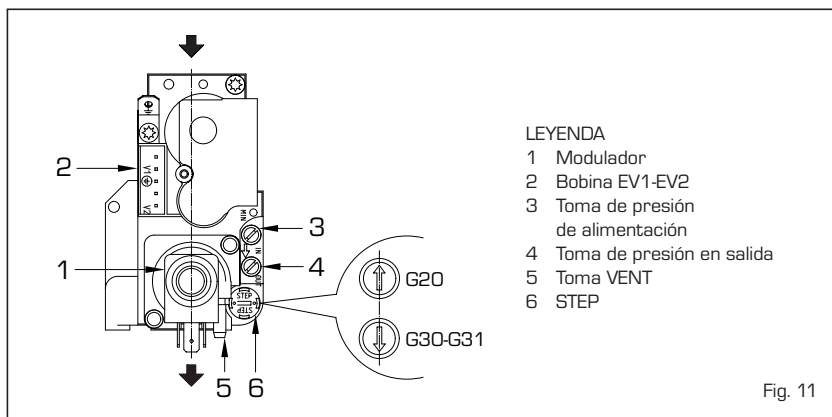

Fig. 11
- Verificar la presión de alimentación del toma respectiva [3 fig. 11] con caldera a la potencia máxima.